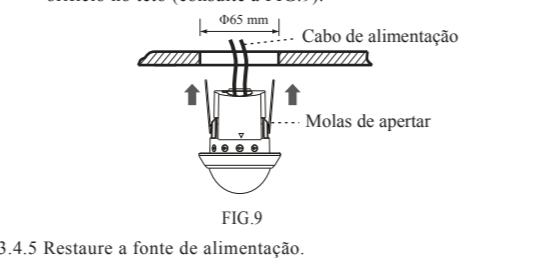

FIG.9
3.4.3 Feche as duas molas de apertar do sensor e insira o sensor no orifício no teto (consulte a FIG.9).